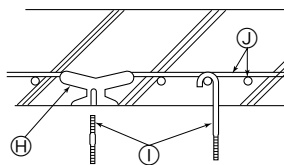

Fig. 2-5
- 2 Διαβρώσεις σιδηροπαγούς σκυροδέματος (Fig. 2-5)